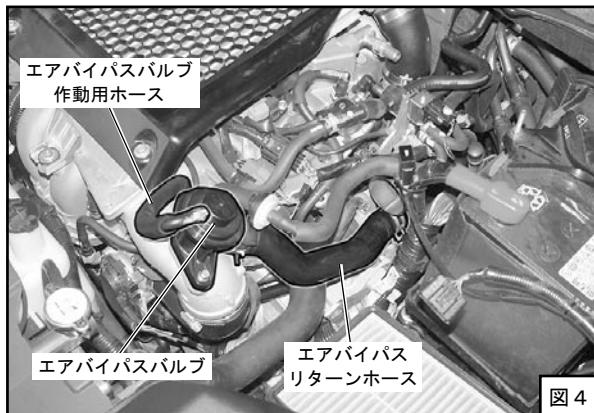

図4
(6) ホースクランプをゆるめ、エアバイパスリターンホースを取り外してください。(図4)
(7) エアバイパスバルブ作動用ホースを外し、ボルトを外してエアバイパスバルブを取り外してください。(図4)